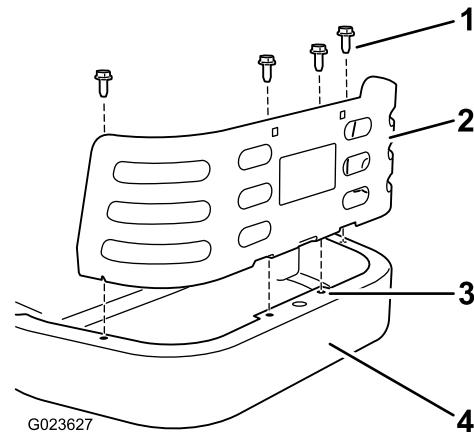

Figura 10
3. Instale el protector del motor en el bastidor, detrás del motor (Figura 10). Alinee los taladros de las pestañas del protector con los taladros existentes del bastidor trasero.
4. Sujete el protector al bastidor con cuatro tornillos autorroscantes (5/16 x 3/4 pulgada) según se muestra en Figura 10.